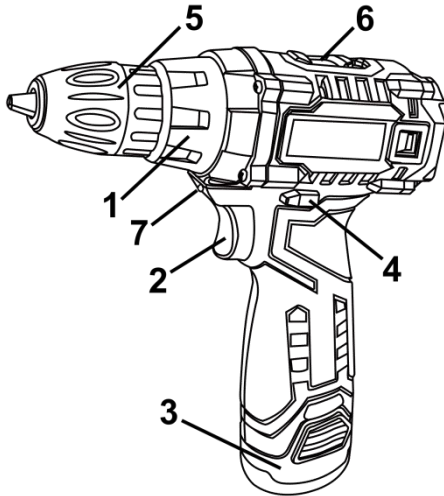

Рисунок 1
4.1.3 Встановіть необхідний крутний момент за допомогою кільця регулятора моменту затягування (1) (див. рисунок 1).
4.3 Для ввімкнення виробу натисніть на клавішу вимикача (2) (рисунок 1). Для відключення виробу слід клавішу відпустити. Регулювання швидкості обертання патрону здійснюється ступенем натискання на клавішу вимикача.